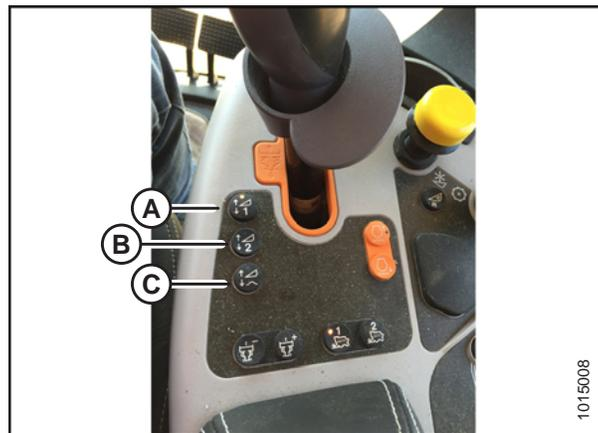

Figura 4.131: Controles de la cosechadora New Holland
5. Seleccione uno de los botones de valor de consigna de altura automática que se muestra en la Figura 4.131, página 163.